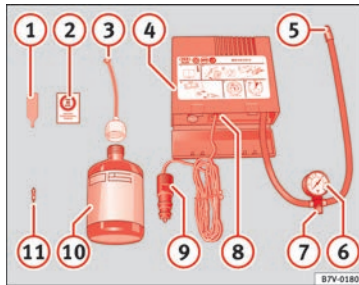

Fig. 63 Representación estándar: contenido del kit antipinchazos.
- Desenrosque la caperuza y el obús de la válvula del neumático. Utilice el aparato » » » **fig. 63 ①** para extraer el obús. Colóquelo en una superficie limpia.
- Agite con fuerza la botella de sellante de neumáticos » » » **fig. 63 ⑩**.
- Enrosque el tubo de inflado » » » **fig. 63 ③** en la botella de sellante. El precinto de la botella se romperá automáticamente.
- Retire el tapón del tubo de llenado » » » **fig. 63 ③** y enrosque el extremo abierto del tubo en la válvula del neumático.
- Vuelva a colocar el obús con el aparato » » » **fig. 63 ①** en la válvula del neumático.
- Enrosque el tubo de inflado del neumático del compresor » » » **fig. 63 ⑤** en la válvula del neumático.
- Compruebe que el tornillo de evacuación de aire está cerrado » » » **fig. 63 ⑦**.
- Acople el conector » » » **fig. 63 ⑨** a toma de corriente de 12 voltios del vehículo » » »  pág. 184.
- Conecte el compresor de aire con conmutador ON/OFF » » » **fig. 63 ⑧**.